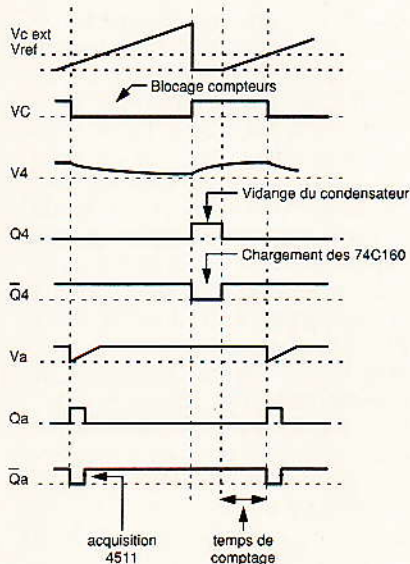

Figure 19
- Enfin, V_c permet d'obtenir les signaux Q_4 de remise à zéro de C_{ext} et $\bar{Q}_4$ de chargements des compteurs. Quand $t = 0$, on place dans les compteurs une valeur N déterminée par des commutateurs extérieurs afin que si $C_{ext} = 0$, il y ait compensation de la capacité résiduelle, et que l'on ait zéro à l'affichage. La figure 19 donne les chronogrammes à obtenir. Il est bien évident que la valeur de N ne peut être déterminée a prio-